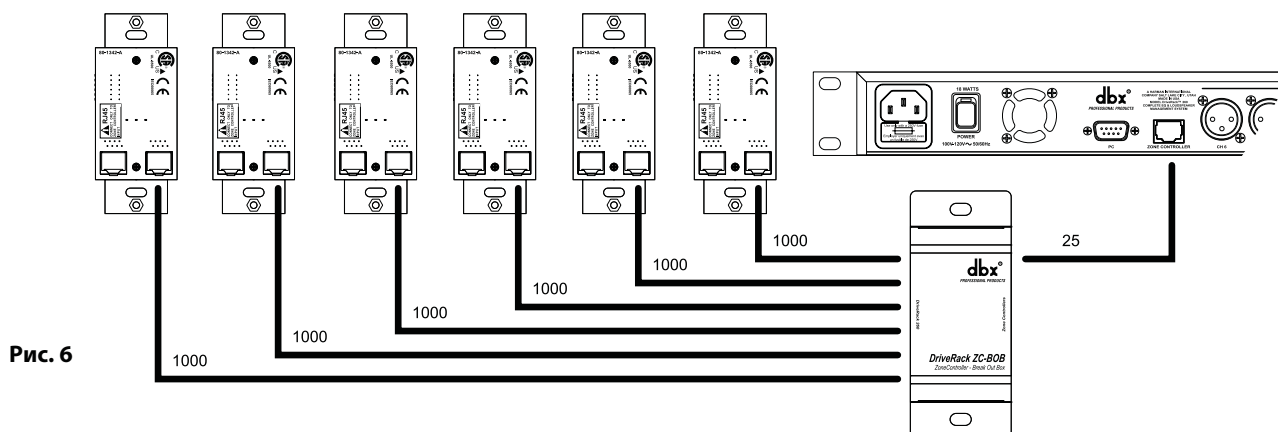

Рис. 6
- Максимально допустимая длина кабеля составляет 1000 футов при коммутации "Home Run" (Рис. 6) с использованием параллельного соединения до 6 ZC с помощью устройства ZC-BOB.